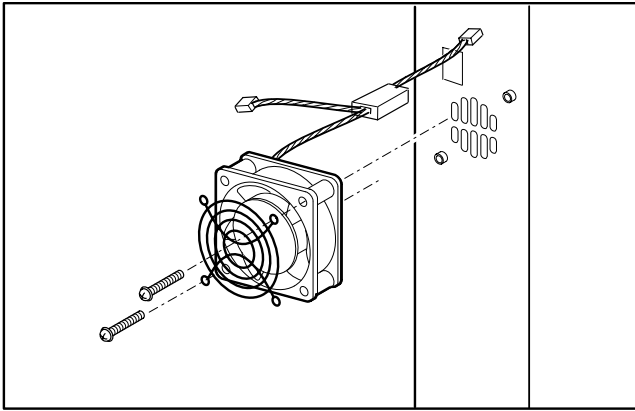

図5: 交換用ファンの取り付け
9. 交換用ファンを使用して、Yコネクタ付きの電源ケーブルをシャーシの一番上のアクセス スロットからバックプレーンの方に通します。図5を参照してください。